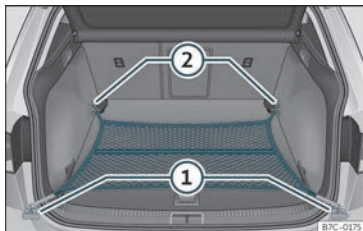

Fig. 112 Al maleter:bossa de xarxa enganxada ar-
- Fixeu els ganxos de la xarxa a les argolles d'amarratge ① i ② »» **fig. 112** »» ⚠. La cremallera de la bossa ha de quedar cap amunt.